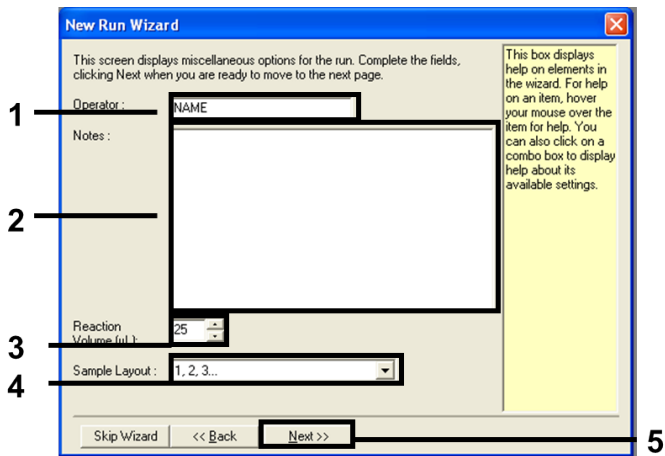

Figura 2. Introdução do nome do operador e dos volumes de reação.
- Introduza o nome do operador no campo Operator (Operador). Adicione quaisquer notas e defina o valor no campo Reaction Volume (Volume de reação) para 25. Certifique-se de que os valores no campo Sample Layout (Disposição de amostras) estão definidos como 1, 2, 3.... Clique em Next (Seguinte) (Figura 2).